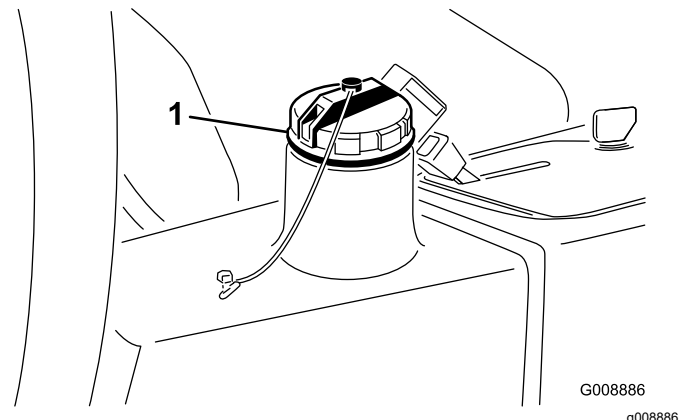

Figura 60
3. Llene el depósito (Figura 60) con aproximadamente 13,2 litros de aceite hidráulico; consulte Comprobación del sistema hidráulico.